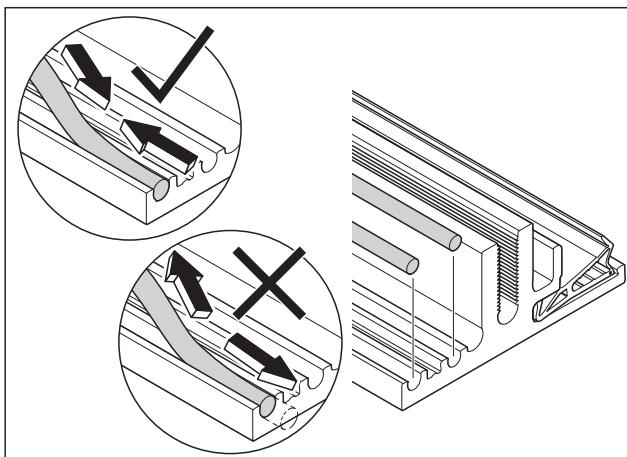

Abb. 25 Beispiel für das Anbringen von Silikondichtungen an ein Profil
2. Die Silikondichtungen ggf. bedarfsgerecht ablängen (Abb. 25).